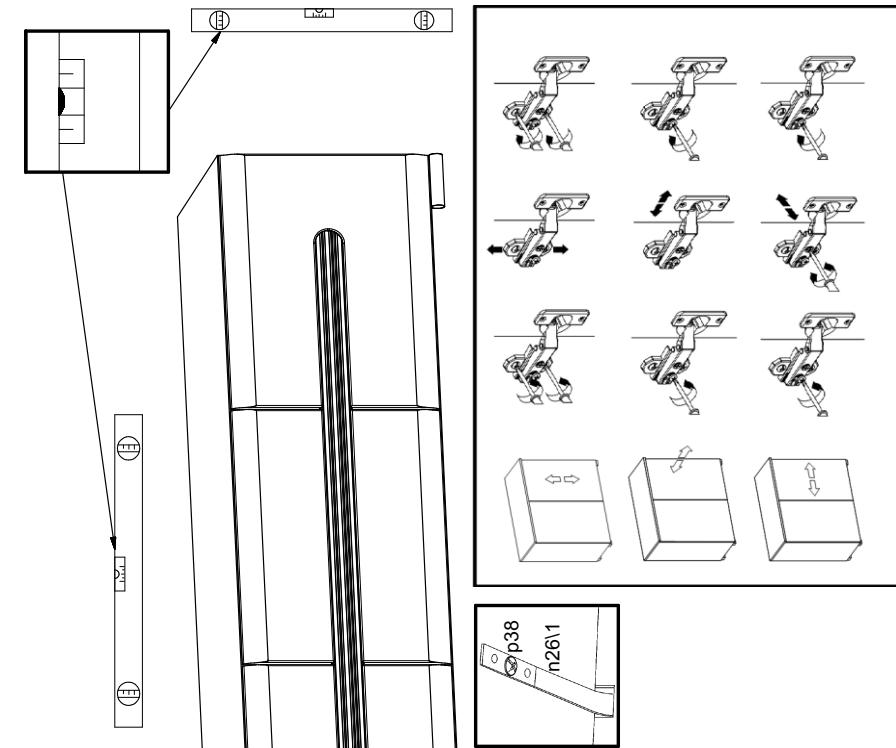

Рисунок 7
- Навесить дверь 1 на корпус изделия, совместив петли шарнирные a102 с ответными планками петель b59. При необходимости отрегулировать положение двери, вращая регулировочные винты (см.рис. 7).